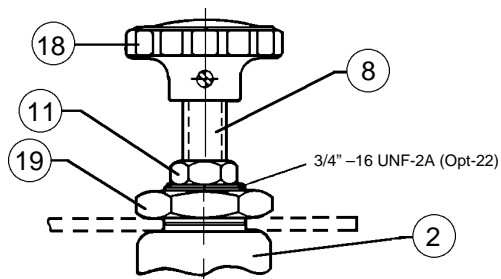
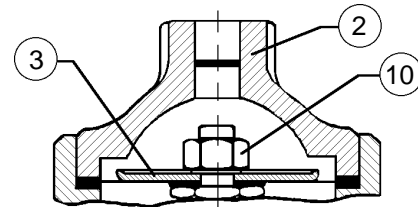

**Figur 1:** Standardmodell 3381 med metalltätande konstruktion
**Figur 2:** Opt-5 Lågtemperaturmodell 3381, Metalltätande konstruktion
3. I Figur 1 visas regulatören i standardutförande. I Figur 2 visas lågtemperaturregulatören.